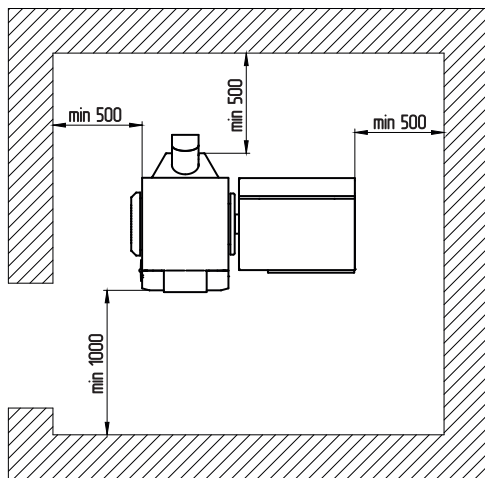

Рис.8 Расположение котла в помещении котельной
6.1.11. Расположение котла в помещении с учетом необходимого для обслуживания пространства показано на (рис. 8).